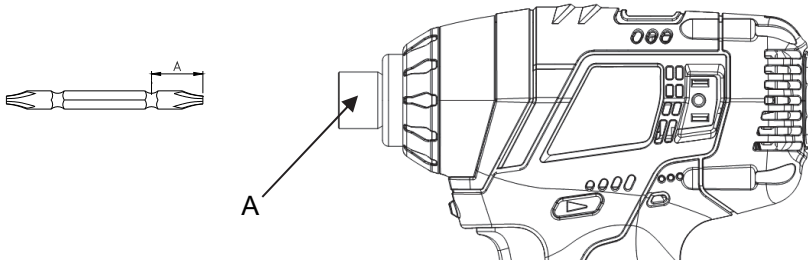

Fig. 3
1. Tirez le manchon de guidage vers l'avant. (voir Fig. 3-A)